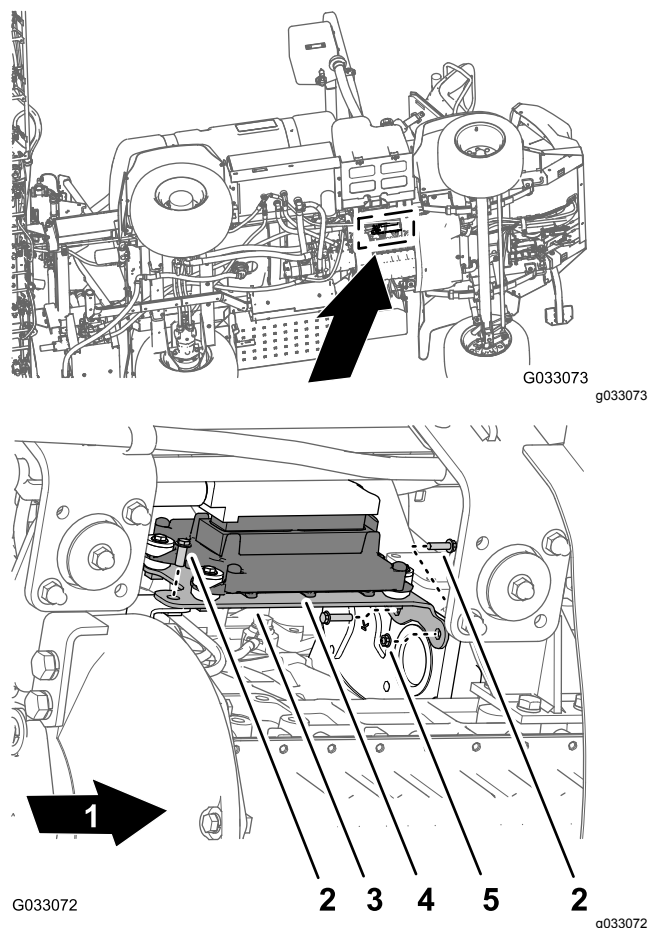

Рисунок 122
1. Совместите отверстия в монтажном кронштейне для блока управления двигателем с отверстием в опорном кронштейне двигателя и в дополнительном картере двигателя (Рисунок 122).